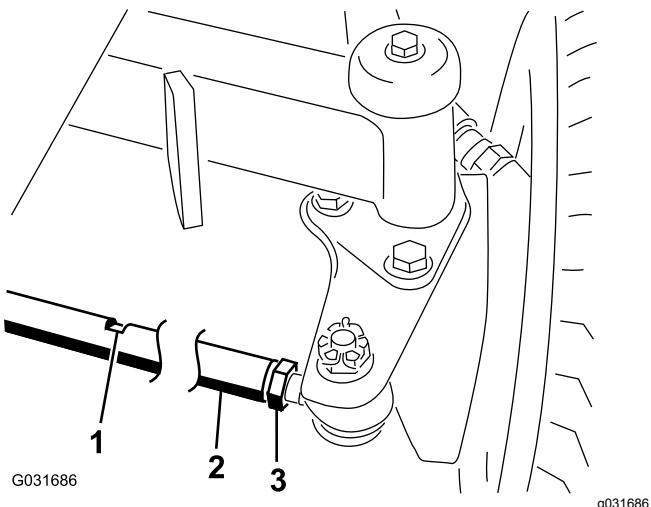

Figura 46
- Desaperte a porca de bloqueio em cada extremidade da barra de direção (Figura 46).